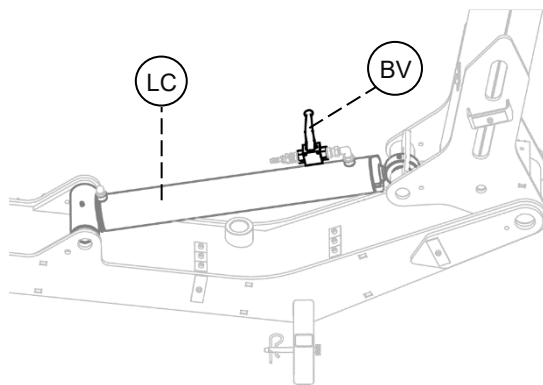

Abb. 23
- Der Mulchkopf muss in die Transportstellung angehoben und durch Zudrehen des Hebels (BV) am Hubzylinder (LC) gesichert werden (siehe Abb. 23).